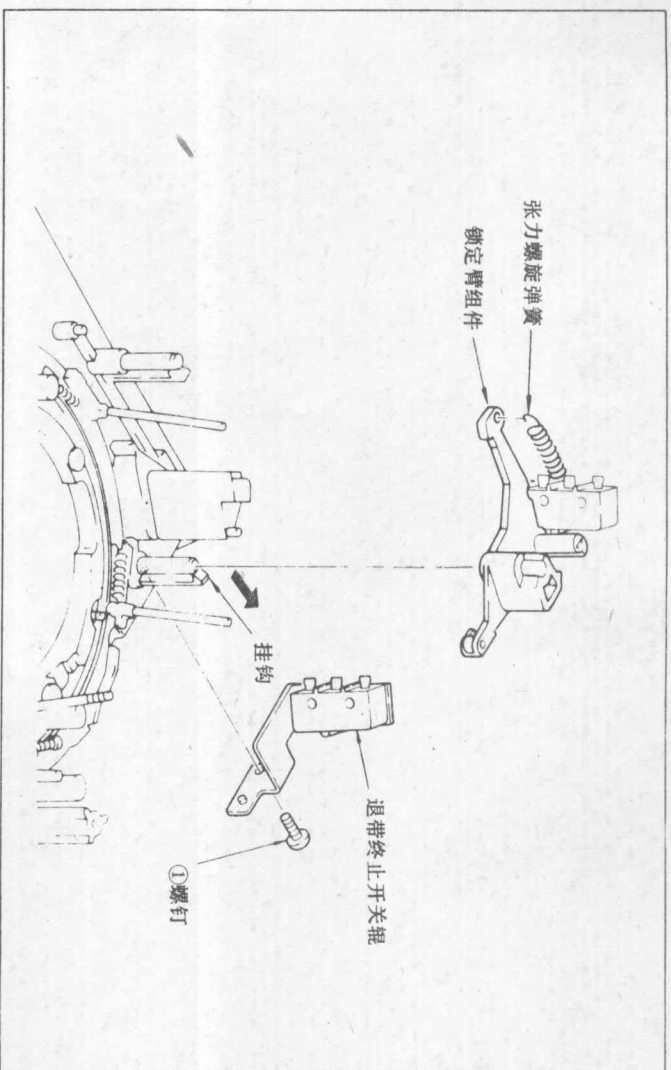
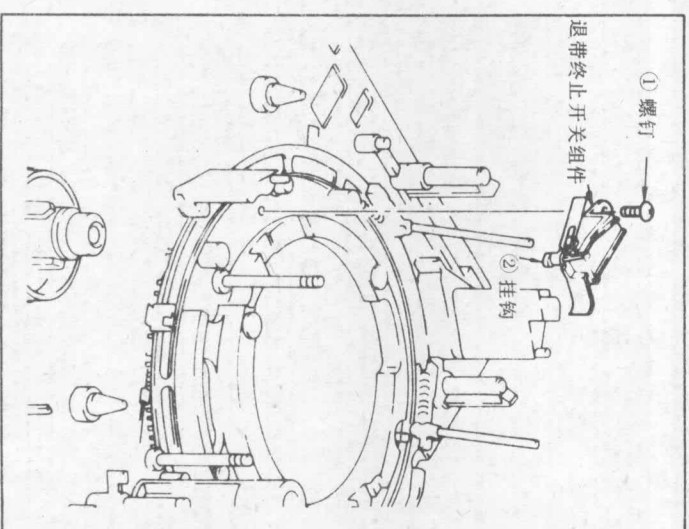

图 34 拆卸穿带终止开关及锁定臂组件
图 38 拆卸退带终止开关
- 1) 卸下固定臂组件的弹簧。(参看 3-15-(1)项, 图 34)。
- 2) 卸下止动垫圈①及环形垫圈②③。
- 3) 卸下脱齿终止开关副组件 (参看 3-15-(2)项, 图 38)。
- 4) 拧开螺钉④以卸下环状垫圈调整板⑤及环状垫圈⑥。
- 5) 卸下电磁扣齿环⑦。
[拆卸方法] (图 34)
- 1) 拧开螺钉①, 如图 38 所示。
- 2) 脱开底盘上的开关挂钩②, 把促动器推到“ON”接通位置并卸下该开关主体。